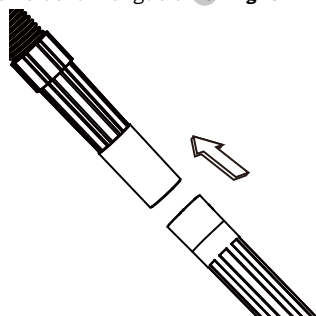

Fig. 6
13. Elija el accesorio deseado e insértelo en el extremo de la manguera 15. Fig. 6.